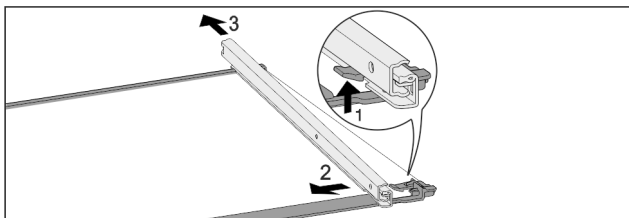

Fig. 44 Ripiano in vetro con guide
- ▶ Premere il gancio di fermo anteriore verso l'alto. Fig. 44 (1)
- ▶ Far scorrere la guida estraibile di lato Fig. 44 (2) e verso il lato posteriore Fig. 44 (3).